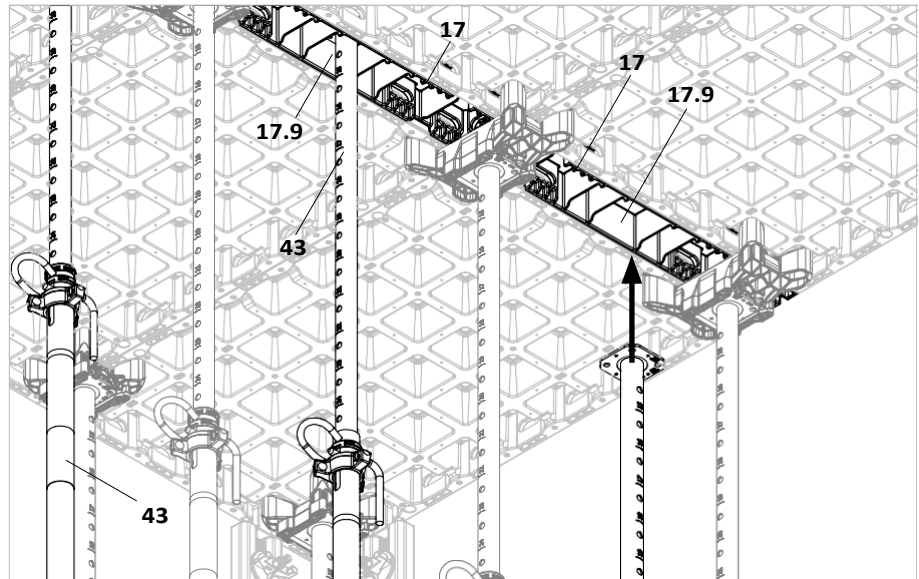

Fig. D5.02
2. Закрепете 2 подпори без глави (43) в съответното място (17.9) в средата на 2 елемента (17), които са монтирани един до друг. (Fig. D5.02)